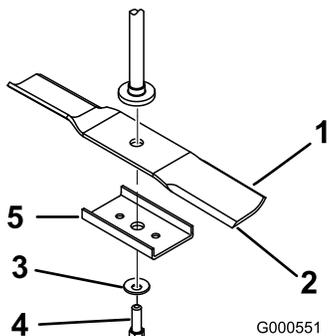
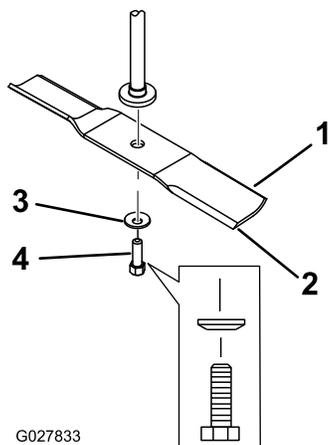

Bild 53
Bild 54
2. Nehmen Sie die Messerverstärkung (nur 81-cm-Mähwerke), die Messerschraube, Wellenscheibe und das Messer von der Spindelwelle ab (Bild 53 und Bild 54).
- Setzen Sie das Messer auf die Spindelwelle (Bild 54).
- Montieren Sie die Messerverstärkung (nur 81-cm-Mähwerke), die Wellenscheibe (Schalenseite zum Messer) und die Messerschraube (Bild 54).